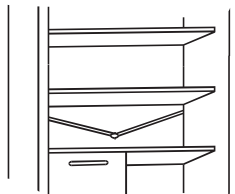

Fig. 19
- Conserve limpio el conducto de drenaje del agua (fig. 19) de la parte frigorífico, para evitar la presencia de agua en su interior.